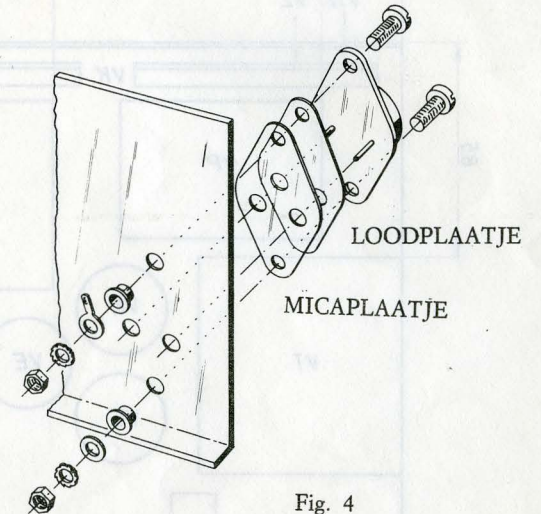

Fig. 4
10. Transistor TR2 wordt op de bijgeleverde koelplaat gemonteerd (fig. 4). Controleer eerst of het oppervlak van de koelplaat, op de plaats waar de transistor moet komen, vrij is van stof en scherpe randen. Merk op dat de afstand tussen het „bovenste” bevestigingsgat en de aansluitpennen (e en b) van TR2 groter is dan tussen het „onderste” gat en deze pennen.